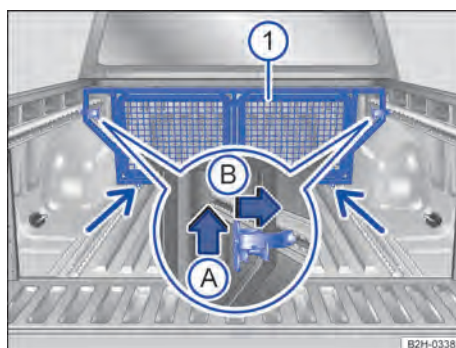

Fig. 143 En la superficie de carga: montar el elemento divisorio.
1. Coloque el elemento divisorio → fig. 143 ① en la posición de montaje deseada con cuidado → ▲.
3. Coloque el elemento divisorio en los railes de amarre inferiores → fig. 143 (flechas finas).
5. A ambos lados, tire hacia arriba de la palanca de bloqueo → fig. 143 (flecha A) y presiónela hacia fuera hasta el tope (flecha B).